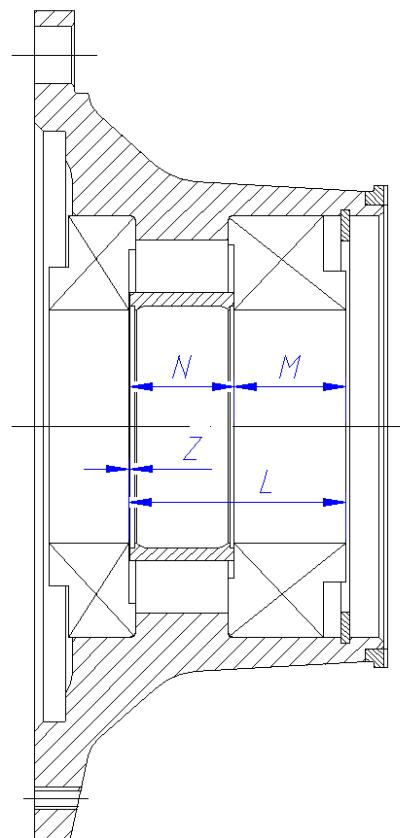

Рис. 7. Размеры для расчета сборки ступицы
1. В головку ступицы дискового колеса вставить барабанные болты (58). С наружной стороны в ступицу запрессовать наружное кольцо роликового подшипника 30221 (57), с внутренней стороны наружное кольцо роликового подшипника 32221 (51). Чтобы не перепутать кольца подшипников, следует перед сборкой маркировать наружные и внутренние кольца подшипников соответствующими цифрами.
2. Ступицу положить на внутреннее кольцо наружного подшипника (с использованием соответствующей прокладки) так, чтобы можно было замерить размеры, необходимые для расчета толщины прокладок, вставляемых между распорной втулкой и наружным подшипником. Эти прокладки обеспечивают регламентируемую натяжку подшипников ступицы колес, который должен быть $\pm 0,05$ мм (рис. 7).